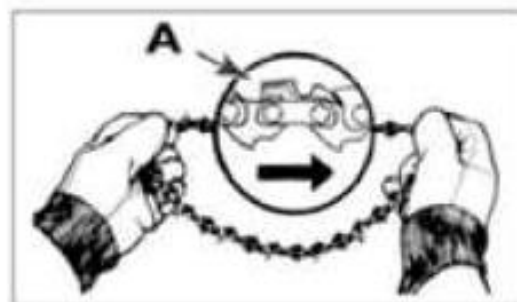

Fig. 4a
- 3). Écartez la chaîne de la scie avec les arêtes de coupe (A) de la chaîne pointant dans le sens de rotation. Faites glisser la chaîne de la scie dans la fente autour du guide-chaîne. Vérifiez que la chaîne tourne dans le bon sens. (Voir Fig. 4a, 4b)